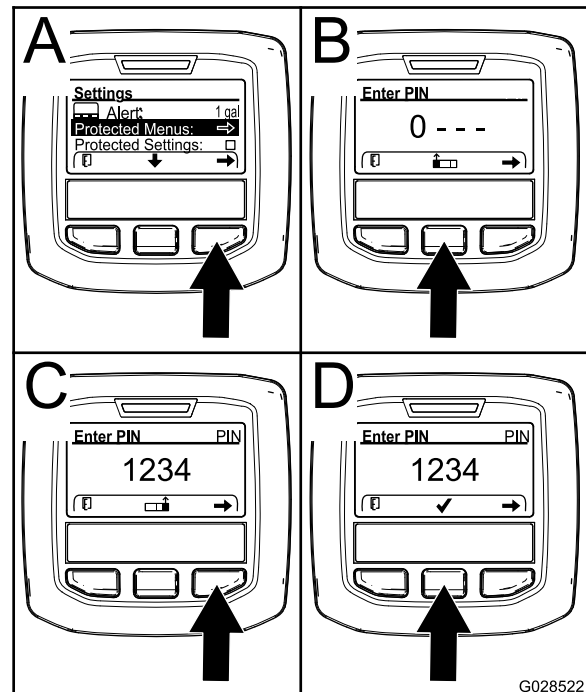

Figura 11
2. No menu de DEFINIÇÕES, utilize o botão central para ir até ao menu PROTEGIDO e prima o botão direito (Figura 11).